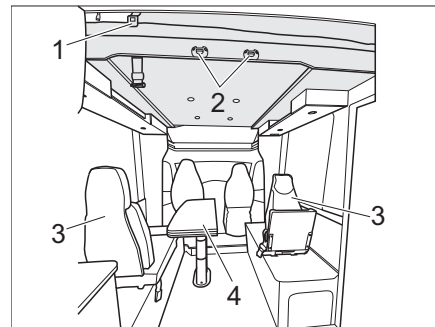

Bild 159 Elektrisk höjbar säng (variant 3)
- Man fäster stegen med båda byglarna på klämmorna (Bild 159,2) på den höjbara sängen.
- Flytta ner det sänkbara vikbord med två ben (Bild 159,4) (se kapitel 7.8.8).
- Ta bort och stuva undan två enkelsäten. (Bild 159,3).